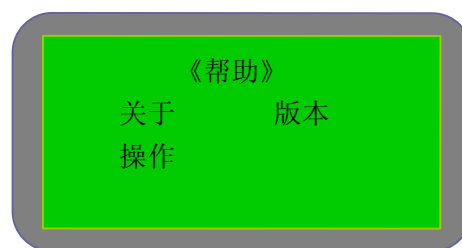

图 5-7
- 帮助: 在主菜单中选择“帮助”, 进入帮助界面(见图 5-7), 有三个选项: 关于(关于本公司的一些信息)、版本(调取 MMI 版本号, CPU 版本号和 CPU 程序